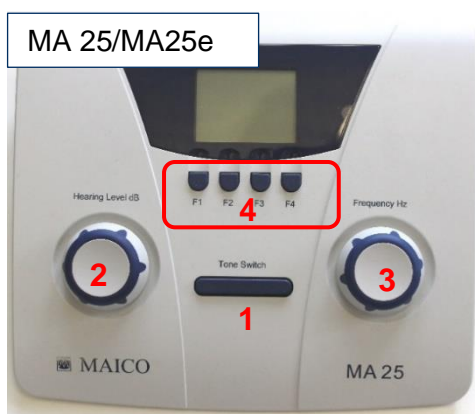

Figura 10
Per avviare l'audiometro premere il pulsante **Tone Switch** (cambio del tono) (Figura 10/Figura 11, 1).
Figura 10 e Figura 11 visualizzano il layout del dispositivo. Tabella 6 offre ulteriori informazioni.
I tasti di funzione sono posizionati sotto il display. La funzione svolta dal tasto di funzione è indicata in calce allo schermo. I pulsanti sono etichettati come **F1**, **F2**, **F3** e **F4**. Vedere Figura 10, Figura 11 (4) e Tabella 7 per le selezioni disponibili per ciascun tasto funzione in modalità test.